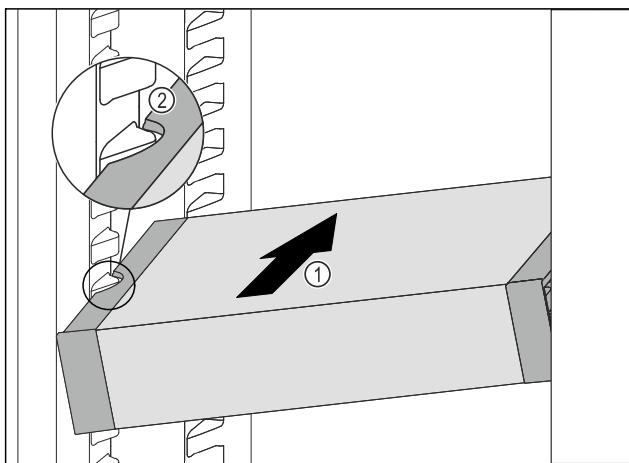

Fig. 102
- Împingeți VarioSafe oblic în frigider Fig. 102 (1), până când degajările laterale Fig. 102 (2) ale VarioSafe se află la înălțimea nervurii recipientului din frigider.